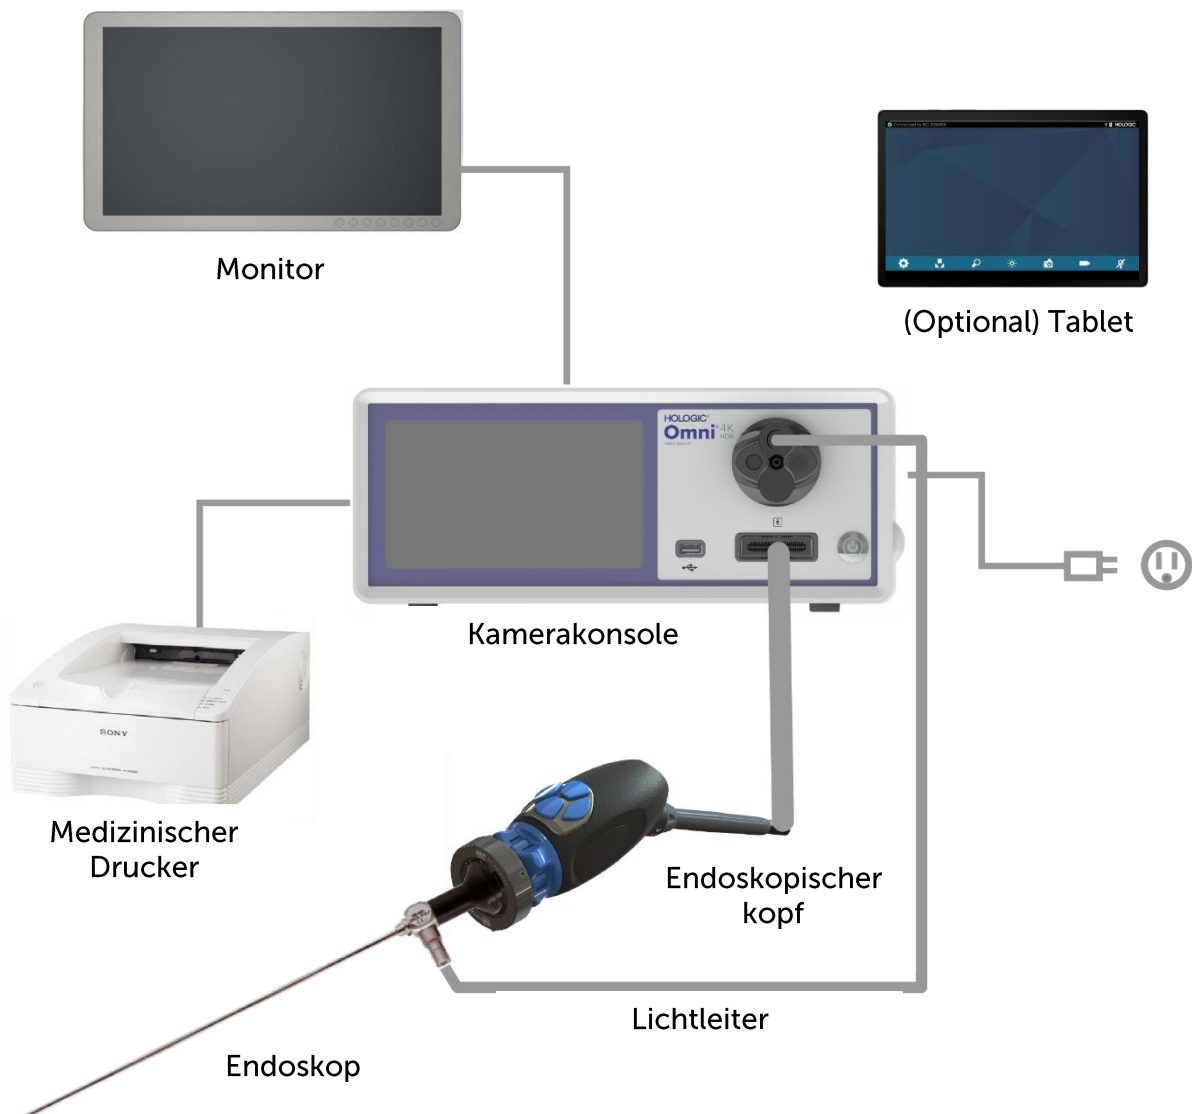

Abbildung 1 – Illustration der Installation/der Einrichtung des Systems
Eine ideale Installation ist in Abbildung 1 zu sehen.
- Orientieren Sie sich beim Anschluss anderer kompatibler Geräte an Abbildung 1 und der Beschriftung auf der Rückseite, sofern erwünscht.